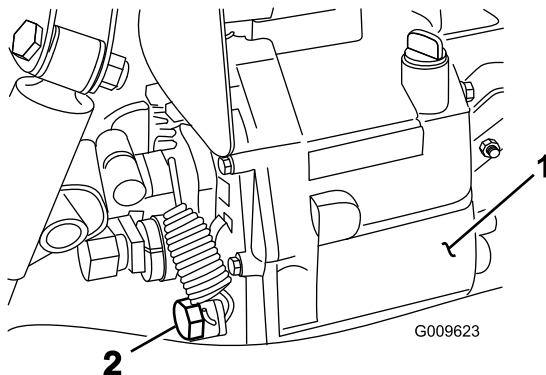

图 67
4. 从液压油箱侧面取下排油塞让液压油流入放油盘 图 67。